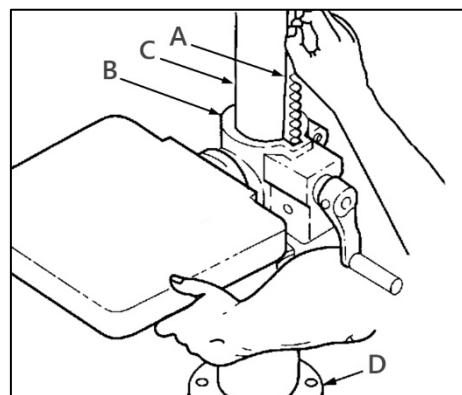

Рисунок 5.
Удерживая зубчатую рейку (A) (рис. 5) и кронштейн стола (B) вместе, опустите их вниз по колонне (C). пока рейка не упрется в фланец (D) колонны.